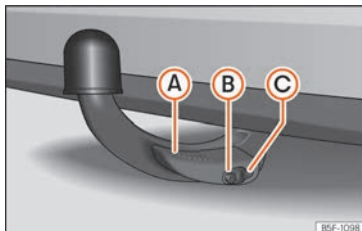

Fig. 268 Gancio di traino fissato correttamente
- La leva (A) è in alto »» fig. 268.
- La parte rossa e verde del perno di sblocco (B) è completamente visibile »» fig. 268.
- Il coperchio (C) è sulla serratura »» fig. 268.